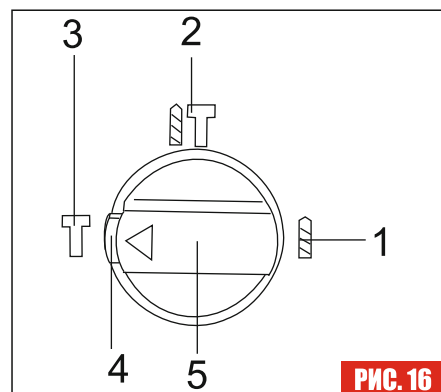

РИС. 16
3. Произведите перемещение переключателя Рис. 16, 17. п.5 по часовой/против часовой стрелки, нажав на фиксатор переключения Рис. 16, 17. п. 4, для выбора соответствующего режима работы перфоратора.
4. Передвинув переключатель режимов в нужное положение, отпустите фиксатор переключения Рис. 16, 17. п. 4, для фиксации переключателя режимов в нужном положении до щелчка.
1. Рис. 16, 17. п. 1 - Режим "Сверление", применяется для производства отверстий сверлом по металлу или по дереву (через ключевой адаптер-насадку). См. п. "Установка насадки-адаптера ключевого патрона"
2. Рис. 16, 17. п.2 - Режим "Сверление + Удар", применяется для производства отверстий в железобетонных конструкциях сверлом по металлу, через ключевой адаптер-насадку или SDS-Plus насадками, устанавливаемыми непосредственно в SDS-Plus патрон.
3. Рис. 16, 17. п.3 - Режим "Удар". Применяется с SDS-насадками для долбления бетонных/железобетонных стен и конструкций.